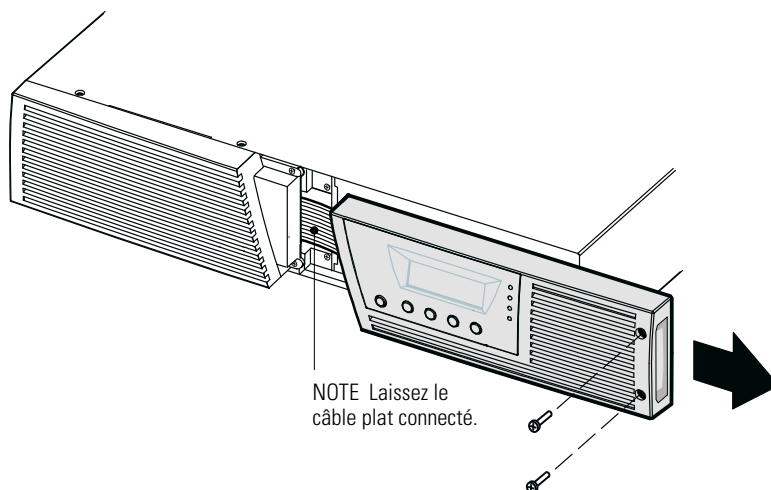

Figure 9. Retrait du couvercle avant droit de l'onduleur
1. Retirez le couvercle avant droit de l'onduleur (derrière le panneau de commande LCD). Voir Figure 9.